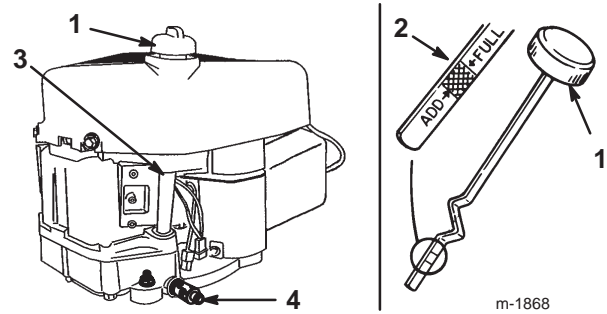

Bild 18
7. Reinigen Sie den Bereich um den Ölpeilstab herum (Bild 18), damit kein Schmutz in den Einfüllstutzen gelangen und so den Motor beschädigen kann.
8. Schrauben Sie den Ölpeilstab los und wischen Sie das Metallende ab (Bild 18).
9. Schrauben Sie den Ölpeilstab vollständig in den Einfüllstutzen (Bild 18).
12. Reinigen Sie den Bereich um den Peilstab (Bild 18) und drehen Sie den Verschlussdeckel ab.
13. Gießen Sie ca. 80 % des Motoröls langsam in den Einfüllstutzen (Bild 18). Siehe „Wechseln des Motoröls“ auf Seite 22.